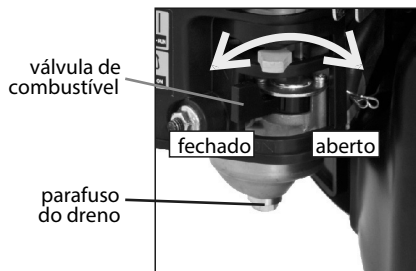

Fig. 33
- b. Posicione a válvula de combustível para posição “FECHADA” (Fig. 33).
- e. Posicione a válvula de combustível para posição “ABERTA” (Fig. 33) e drene todo o combustível para evitar a formação de resíduos no sistema de combustível.